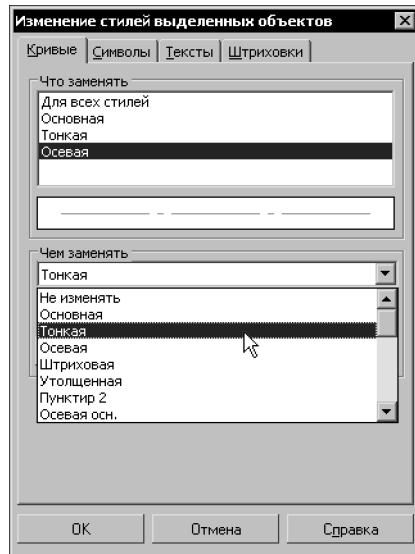

Рис. 22.3. Диалог замены стилей
2. Вызовите команду **Сервис — Изменить стиль**. На экране появится диалог замены стиля (рис. 22.3). Количество вкладок диалога зависит от того, какие типы объектов (кривые, точки, штриховки, тексты) выделены.